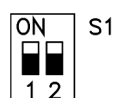

Рис.1 Переключатель режимов работы.
6.1. Установите переключатель режимов работы изделия в соответствующее нужным параметрам положение (см. рис.1, табл. 1, 2)